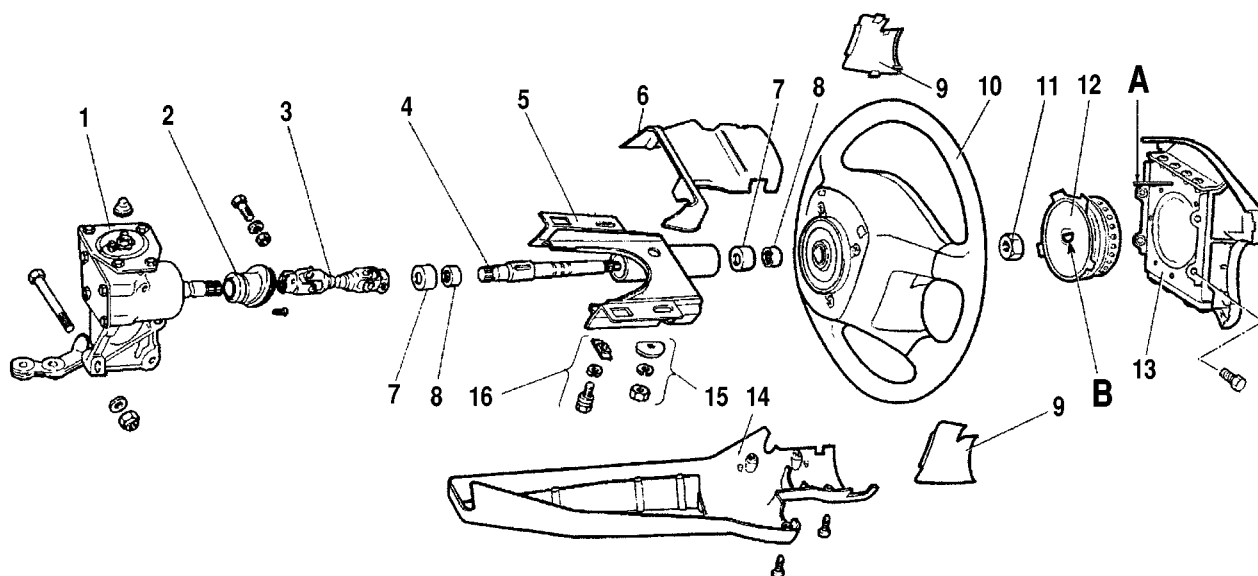
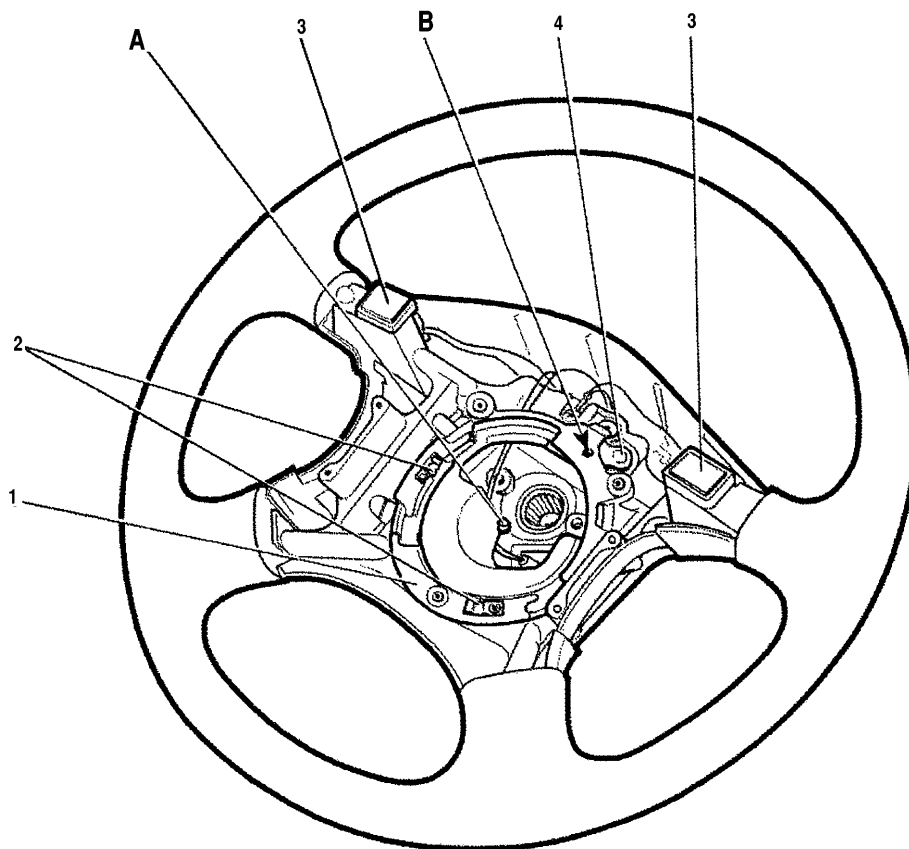

Fig. 9-38. Éléments de direction:
Fig. 9-39. Volant de direction:
- retirer deux obturateurs 9 (fig. 9-38) du revêtement latéral du volant de direction;
- tirer la languette de fermeture 4 (fig. 9-39) par un tournevis et tourner le bloc gazogène 12 (fig. 9-38) dans le sens inverse des aiguilles d'une montre jusqu'à la coïncidence de son embase et des rainures dans l'adaptateur 1 (fig. 9-39) du volant de direction;
- dévisser l'écrou 11 (fig. 9-38) de fixation du volant et dégager le volant. Le démontage consécutif des unités et des détails de la direction est à exécuter comme c'est indiqué au titre 5 du guide de réparation.
- avant d'installer le volant, rassurez-vous que le mécanisme « A » (fig. 9-39) soit en veille, c'est-à-dire la saillie en forme « D » au centre du compartiment du volant, ne présente aucun courbure ou cassure. Si c'est le cas, il faut le remplacer.
- l'installation du bloc de gazogène dans le compartiment du volant est à effectuer avec la main droite. Introduire le gazogène dans des entailles du compartiment et le pivoter dans le sens des aiguilles d'une montre approximativement à 40 degrés, à refus. Un cliquetis particulier se déclenche à ce moment-là. Comme résultat, l'orifice au crochet de verrouillage 4 (fig. 9-39) doit coïncider avec l'orifice « B » se trouvant dans le compartiment 1 du volant. Exactement dans cette position le bloc de gazogène est mis en veille. Le pivotement du bloc de gazogène lors de l'installation n'est procédé qu'à la force des
- se trouvant hors de véhicule, mettre le module d'airbag sur le bloc de gazogène, compte tenu de la broche de fixation « A » (fig. 9-38) sur le module qui arrive en coïncidence avec l'orifice « B » (fig. 9-39) dans le compartiment du volant;
- serrer les boulons de fixation du module 13 (fig. 9-38) du coussin gonflable au couple 7-11 N•m;